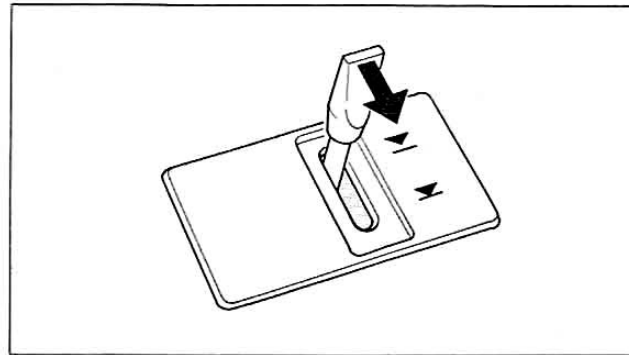

Fig. 8
2. Pull the cueing lever to position "▼" as shown in fig. 8.
2. Den Cueing-Hebel auf "▼" stellen wie in fig. 8 gezeigt.
2. Tirer sur le levier pilote en position "▼" comme il est montré à la fig. 8.
2. Tirare la leva di spunto nella posizione "▼" come mostrato nella fig. 8.